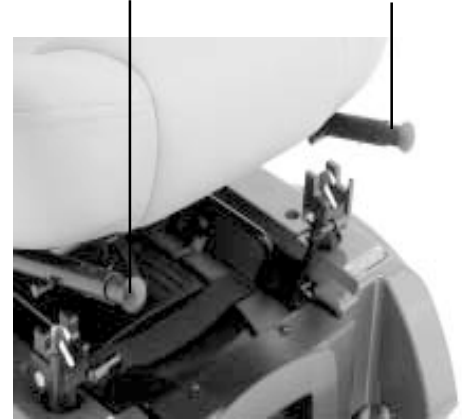

Figura 8. Retirar el asiento
1. Pulse los pistones para retirar el asiento (a ambos lados de la parte frontal del chasis del asiento) y levante el asiento como se muestra en la figura 8.